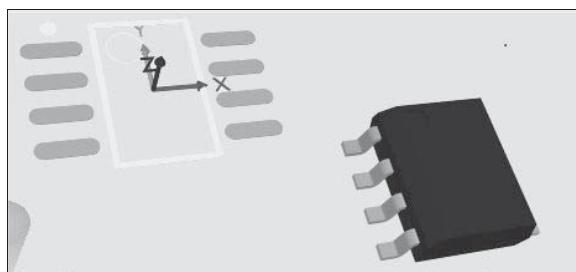

Рис. 2.37. Перемещение STEP-модели по листу графического редактора
5. Установить в значение  $0\text{mm}$  высоту нижней грани трехмерного тела **Standoff Height** — модель ляжет посадочными площадками выводов на плоскость печатной платы  $XY$  (рис. 2.37).